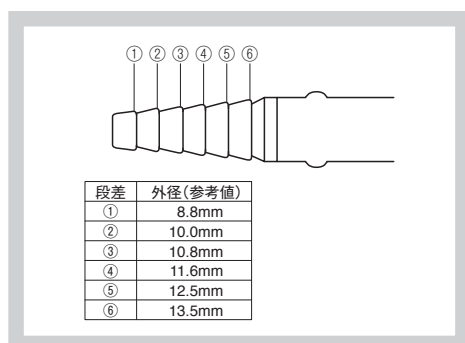

図7
1. 本品の胸腔ドレーン接続チューブ⑫のコネクターの寸法は下図（図7）のとおりである。他社製のドレーンチューブと本品を接続して使用するときには事前に接続できること、気密確認を行い、接続できないドレーンチューブは使用しないこと。気密性を確保できない、又は使用中に外れる可能性がある。